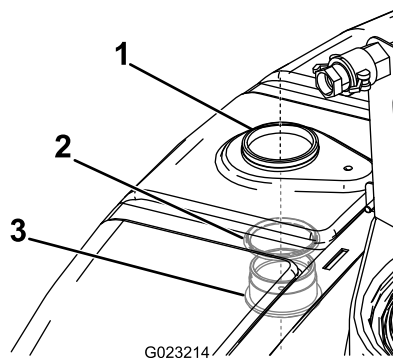

Рисунок 16
1. Установите переходной штуцер и уплотнение в отверстие, просверленное при выполнении действий, описанных в Сверление отверстия в баке (страница 11), с внутренней стороны бака (Рисунок 16).
2. Прикрепите переходной штуцер к баку стопорным кольцом (Рисунок 16).